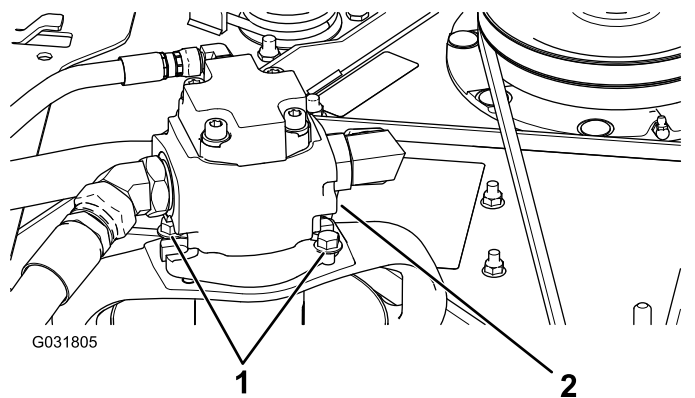

Рисунок 125
5. Снимите болты крепления гидромотора к режущему блоку (Рисунок 125).
3. Снимите болты крепления гидромотора к режущему блоку (**Рисунок 125**).